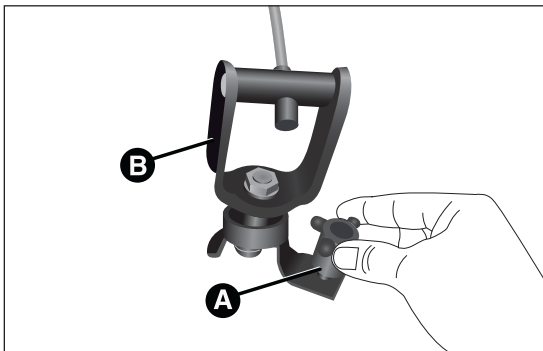

Abb. 38
- Die Vorrichtung A Abb. 38 wieder auf den Halter der Befestigung B schrauben;